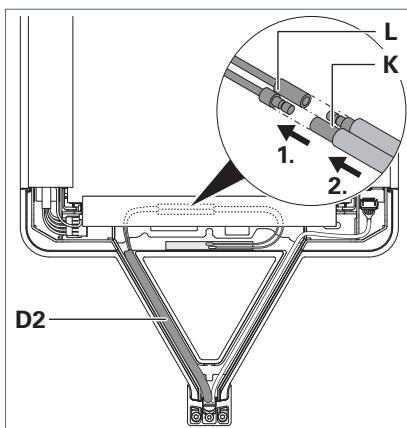

Fig. 6: Brancher l'antenne.
- ▶ Posez le câble d'alimentation **D2** du bras vertical dans le bras de support de la tête du luminaire, voir Fig. 6.